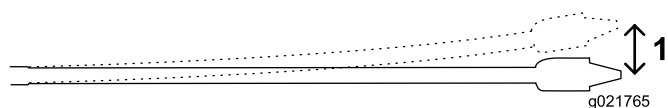

Figura 51
As hastes de 3 m utilizadas nesta máquina podem ser flexionadas até uma curvatura de 8% ao longo do comprimento da haste, o que equivale a um desvio máximo de 20 cm em relação à trajetória reta (Figura 51).
- Os primeiros 3 m (10 pés) da cabeça de perfuração/hasteamento são introduzidos no solo sem aplicar direcionamento. A extremidade da cabeça de perfuração estará a uma profundidade de 76 cm (30 pol.) (Figura 51).